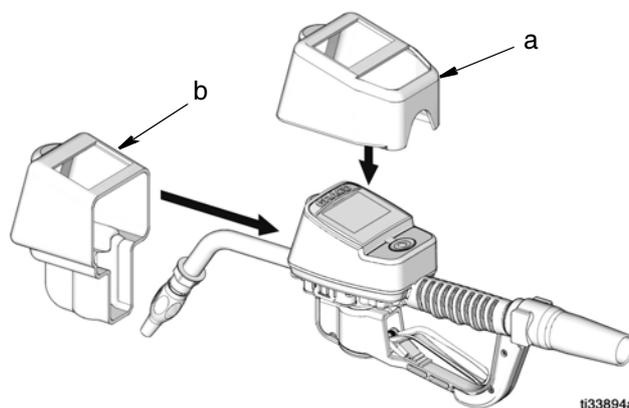

FIG. 19
1. Installer la protection de la lunette (a) sur la lunette du compteur comme montré sur la FIG. 19.
2. Installer ensuite la protection du boîtier (b) sur la buse/rallonge et sur la protection du compteur et de la lunette (a) comme montré sur la FIG. 19.